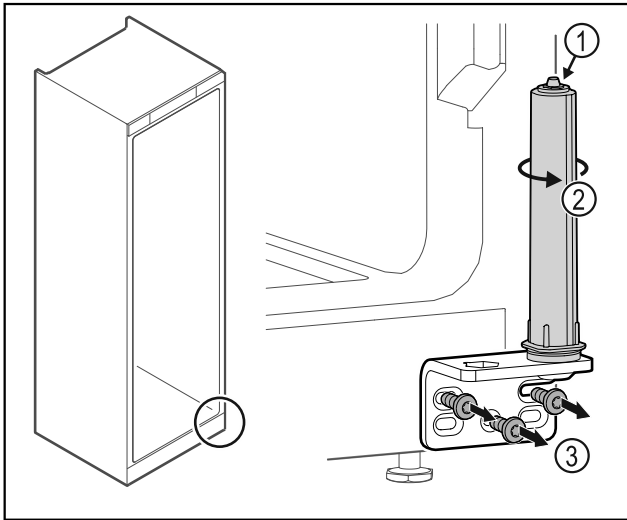

Fig. 51
- ▶ Μην αποσυναρμολογείτε το σύστημα κλεισίματος πόρτας Fig. 51 (1).
- ▶ Περιστρέψτε το σύστημα κλεισίματος Fig. 51 (2), μέχρι να κάνει κλικ.
- ▶ Ξεβιδώστε τη γωνία μεντεσέ Fig. 51 (3).